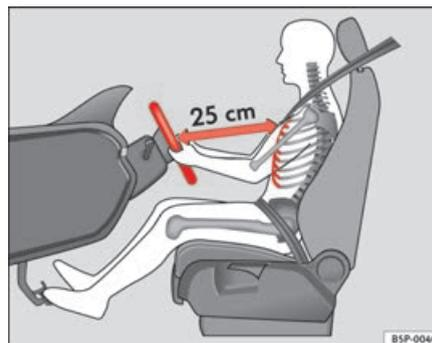

Fig. 98 Posição correcta do banco do condutor
- Ajustar o volante, até ser atingida a posição pretendida ⇒ fig. 98.
- Ajustar o banco do condutor ou o volante, de modo a que a distância entre o volante e o esterno seja de pelo menos 25 cm ⇒ página 134, fig. 98. Se não se respeitar a distância mínima, o sistema de airbag não pode exercer a sua função de protecção – perigo de vida!